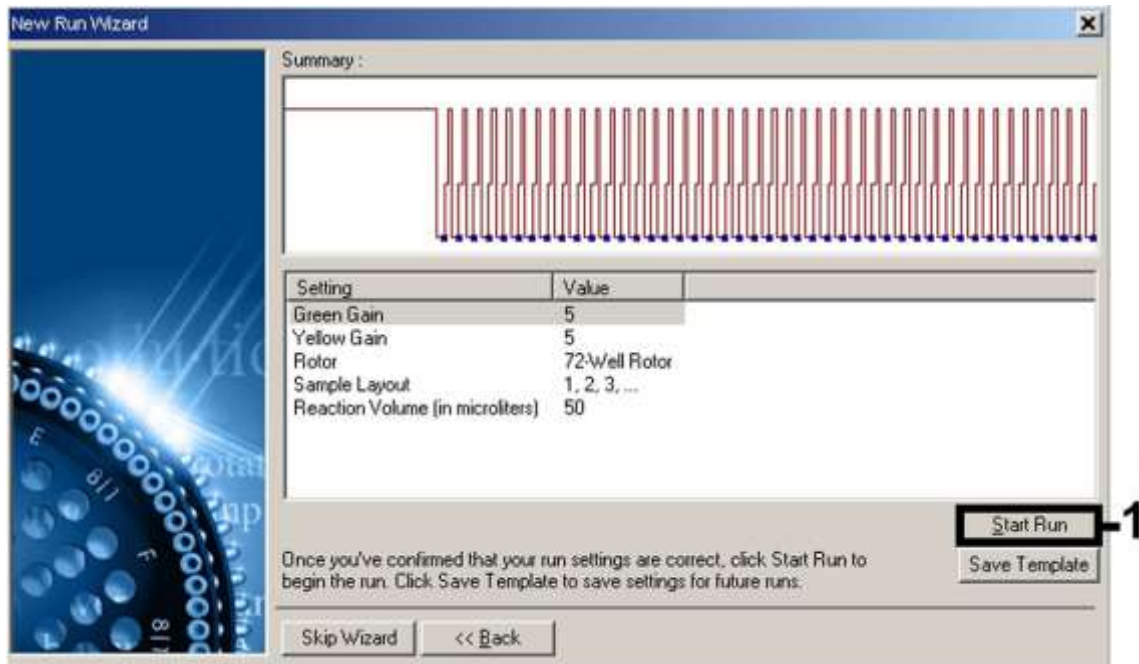

Figura 9. Inicio del ensayo. Por favor tenga en cuenta que en el Rotor-Gene 3000, el software define los fluorocromos como "FAM/Sybr" y "JOE".
Inicio del ensayo	Figura 9
10. Los valores "Gain" determinados mediante la calibración del canal se guardan automáticamente y aparecen en la última ventana del menú del proceso de programación (véase Figura 9). **Haga clic en "Start Run".**